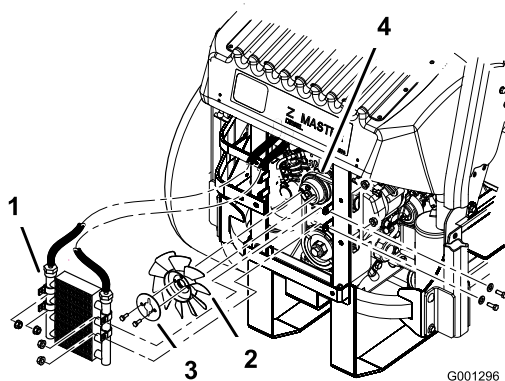

Figura 57
5. Togliete i quattro bulloni che fissano il radiatore dell'olio, e mettete il radiatore dell'olio da un lato (Figura 57).
6. Togliete i due bulloni che fissano la ventola e la relativa piastra alla macchina (Figura 57).
10. Montate la ventola e la relativa piastra con i due bulloni tolti in precedenza (Figura 57).
11. Montate il radiatore dell'olio con i quattro bulloni tolti in precedenza (Figura 57).